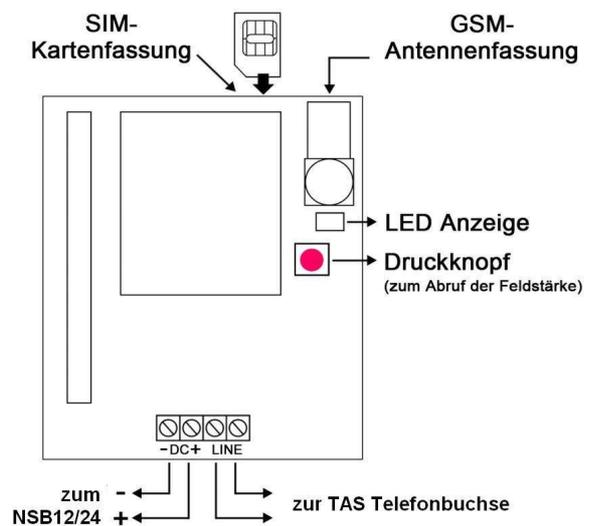

Abb. 2: Schema Innenansicht
- Schieben Sie die SIM-Karte in die Fassung bis sie einrastet (s. Abb. 2). Zum Entfernen der Karte die hervorstehende Kante niederdrücken.
- Zur Anzeige der gemessenen Feldstärke kurz den Druckknopf (s. Abb. 2) betätigen. Die Feldstärke wird durch ein- bis fünfmaliges Blinken der LED angezeigt (5 = Maximum).